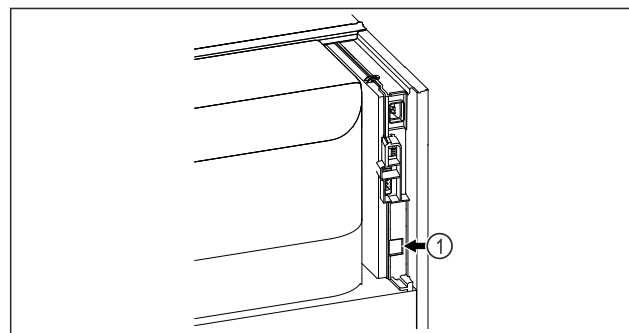

Fig. 128
- SmartModule Fig. 128 (1) è inserito.